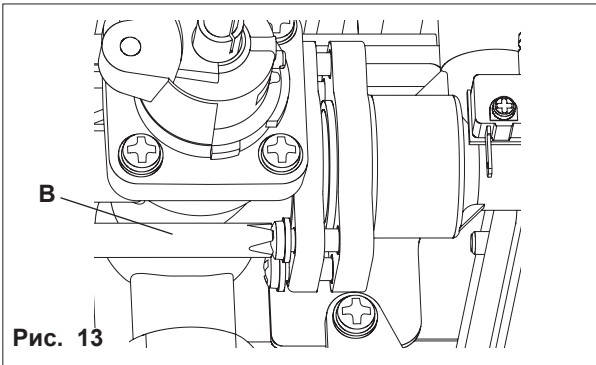

Рис. 13
- открутить 4 винта (В) на газовом клапане (рис. 13);